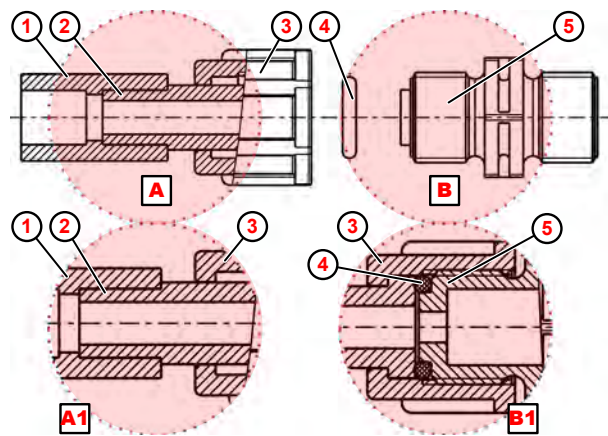

Fig. 10: Conexión de tubo con unión soldada
1. ➤ Soldar la unión soldada (Fig. 10 , ①) con la conexión de manguera.
2. ➤ Colocar la junta tórica ④ en la ranura de la válvula de descarga o aspiración ⑤ .
3. ➤ Apretar la tuerca de unión ③ (detalle **B1**).